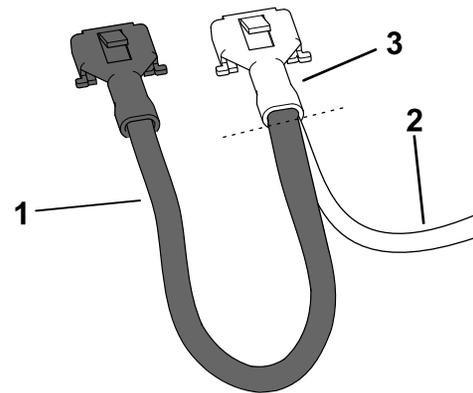

Figure 5
- 7. Coupez le fil court relié aux deux bornes aussi près que possible de la borne à double terminaison (Figure 5). Mettez le fil au rebut.
2. Insérez la borne du faisceau existant et la borne du nouveau fil dans le connecteur, comme montré à la Figure 5.